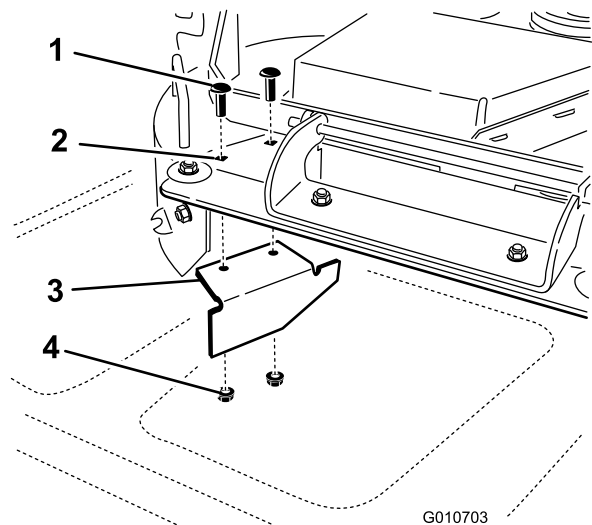

Bild 34
13. Sie finden das Versatzablenkblech in den losen Teilen. Entfernen Sie die Befestigungen an den hinteren Löchern der Auswurfplatte. Befestigen Sie das Ablenkblech an der Seitenauswurföffnung am Mähwerk (Bild 34).